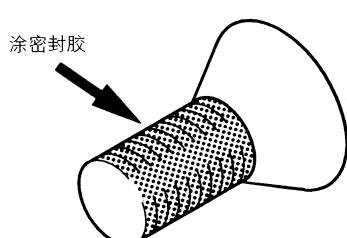

图 3-62 在螺栓的螺纹部分涂密封胶
(9) 安装后轴承护圈螺栓时, 如图 3-62 所示, 对螺栓的螺纹部分涂敷所规定的密封胶并拧紧至规定扭矩。所规定的密封胶为 3M 螺柱锁定用, 产品号 4170 号或相当的品种。